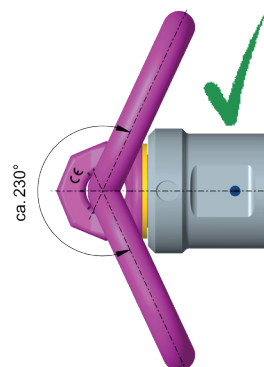

Abb. 3: Schwenkbereich
- Die Ringlasche von manuell ausgerichteten VWBM kann um ca. 230° geschwenkt werden (*Abb. 3*).